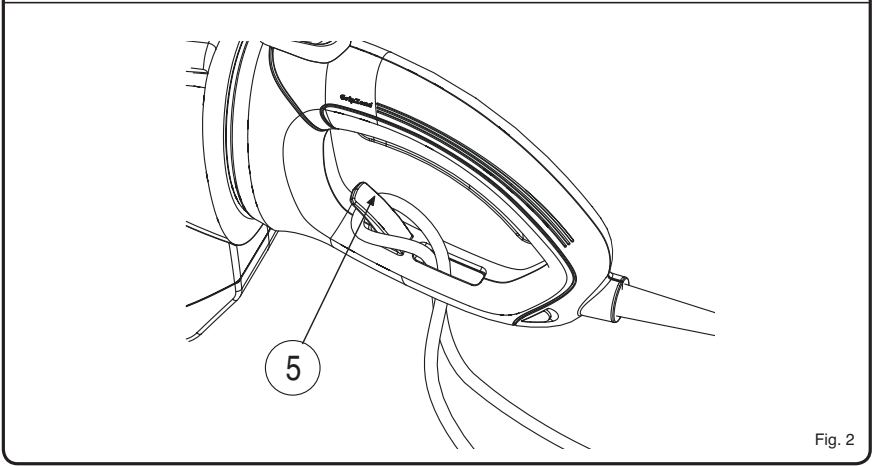

Fig. 2
- Faites passer la rallonge par le crochet pour rallonge (5) pour éviter que l'outil ne se débranche accidentellement (Fig. 2).